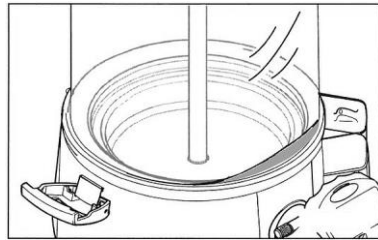

Рис. 35
6. На рис. 35 показан неправильно установленный резервуар; в этом случае резервуар не идеально укладывается по всему краю основания.